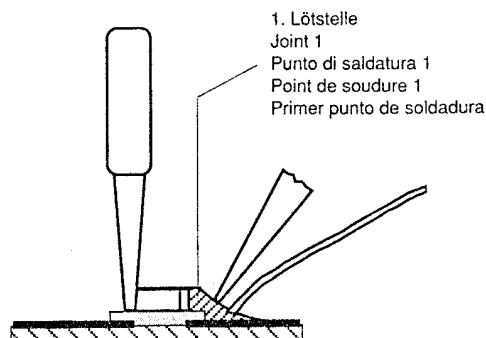

Fig. 4
4. Schritt: CHIP an der Lötstelle ansetzen, zentrieren und anlöten (Fig. 4).
4. Appoggiare il CHIP sul punto di saldatura, centrarlo e quindi saldarlo (Fig. 4).
4. step: Put the CHIP onto the soldering point, then center and fix it (Fig. 4).
4. Poser le composant CMS sur cette pointe de soudure, centrer et souder. Maintenir le composant CMS à l'aide d'une pince (Fig. 4).
- Cuarto paso: Colocar el CHIP sobre la gota estaño, centrarlo y soldarlo (Fig. 4).